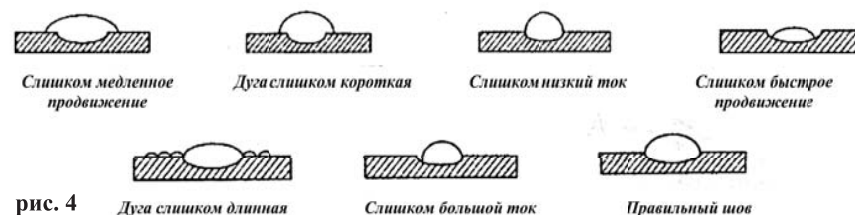

рис. 4
7.8 Параметры сварочных швов (см. рис. 4)